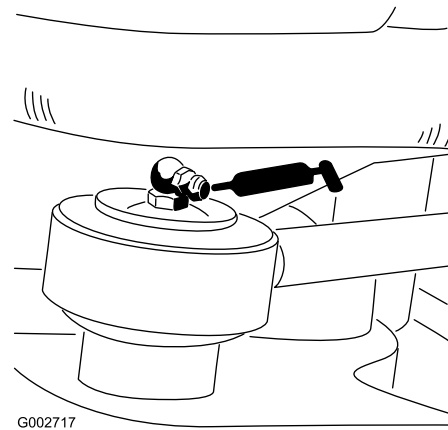

Figura 24
- tirante del cilindro dello sterzo (1) (solo modello 08705) (Figura 24)